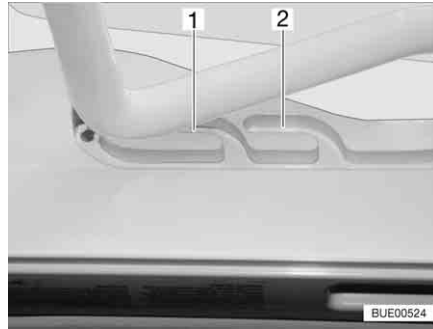
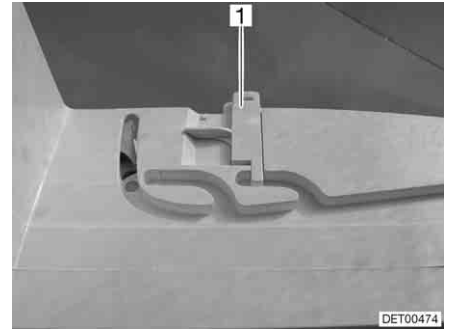

Fig. 88 Oblò Heki in posizione di ricircolo d'aria
Fig. 89 Bloccaggio della posizione di ricircolo d'aria
È possibile portare l'oblò Heki in due posizioni di ricircolo d'aria: Posizione brutto tempo (Fig. 88,1) e posizione centrale (Fig. 88,2). A seconda del modello è possibile bloccare l'oblò nella posizione centrale con il chiavistello (Fig. 89,1).
- Premere la staffa leggermente verso l'alto, spingerla nella guida selezionata (Fig. 88,1 o 2) ed eventualmente bloccarla.